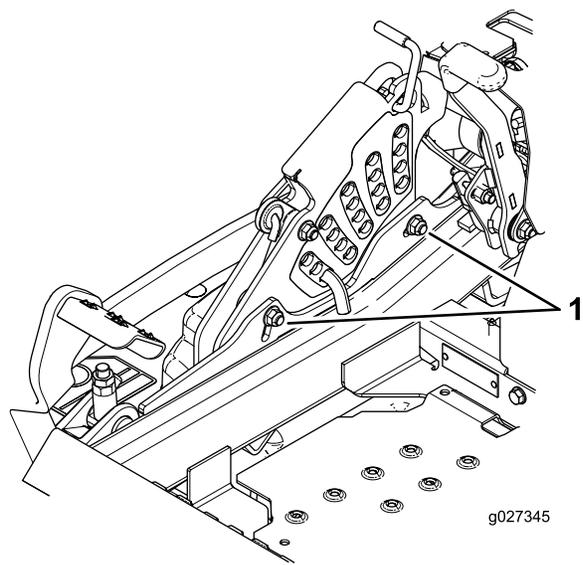

**Figura 114**
10. Gire la tuerca de ajuste del conjunto de elevación de la carcasa delantera para modificar la altura (Figura 114).
16. Gire el tornillo de ajuste hasta obtener una altura de 8,3 mm (Figura 114).